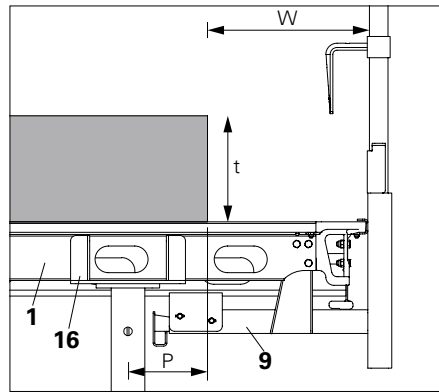
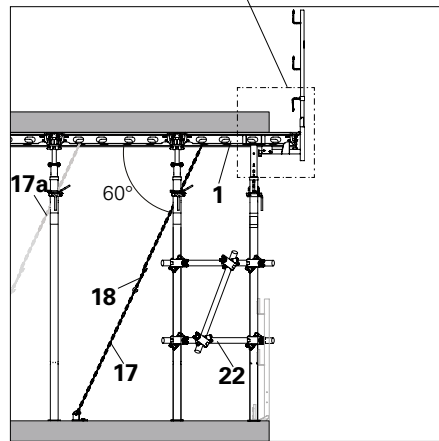
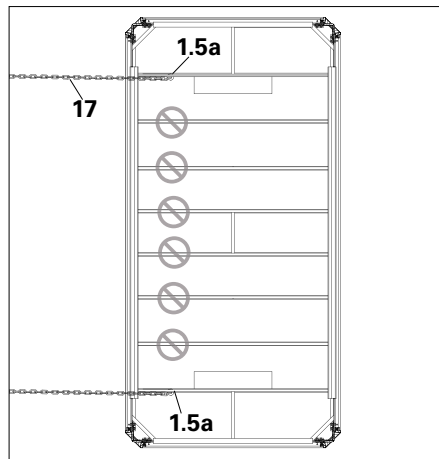
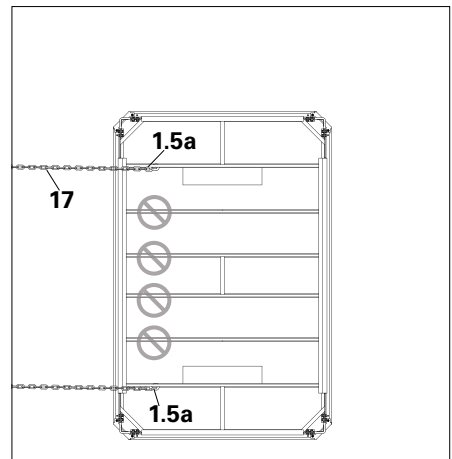

Fig. A10.05a
Fig. A10.05
Fig. A10.06
Fig. A10.07
Se debe tener en cuenta la planificación específica del proyecto para tener en cuenta el número de cadenas adicionales necesarias. (Fig. A10.05)
Planifique el voladizo de la losa P (desde el centro del puntal hasta el borde de la losa) y la anchura del espacio de trabajo W de acuerdo con (fig. A10.05a) y (tabla A10.01)
Planifique el voladizo de la losa P (desde el centro del puntal hasta el borde de la losa) y la anchura del espacio de trabajo W de acuerdo con (fig. A10.05a) y (tabla A10.02)
1. Instale el panel ADP (1) con el soporte de barandilla ADG (9). (Fig. A10.05a)
2. Fije el cabezal ADC (16) con el puntal para apoyar el panel ADP (1).
3. Fije el voladizo mediante una cadena tensora 3,0 kN (17). (Fig. A10.05)
4. Instale arriostramientos en Z adicionales (22) para garantizar la estabilidad de los puntales en el perímetro, como arriostramientos mediante tubos y grapas. (Fig. A10.05)
Utilice dos cadenas tensoras por panel tal y como se muestra en la ilustración. (Fig. A10.06 + Fig. A10.07)
Únicamente coloque la cadena tensora 3,0 kN (17) en el primer taladro rasgado (1.5a) provisto en la cruceta exterior C del panel. (Fig. A10.05a), (fig. A10.06), y (fig. A10.07).